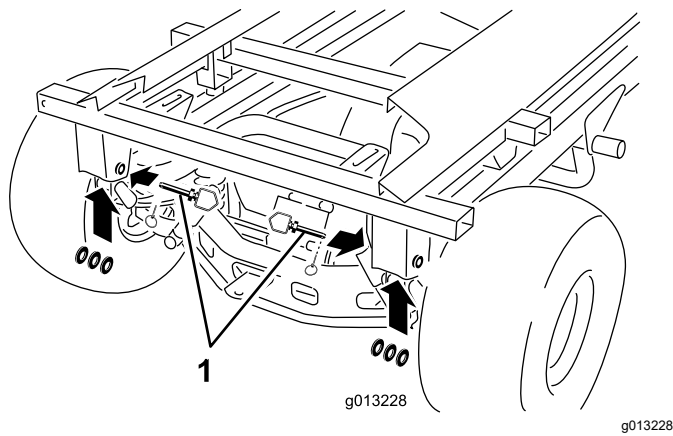

図 53
10. 後部のリンチピン、ヒッチピン、ワッシャを外す 図 53。